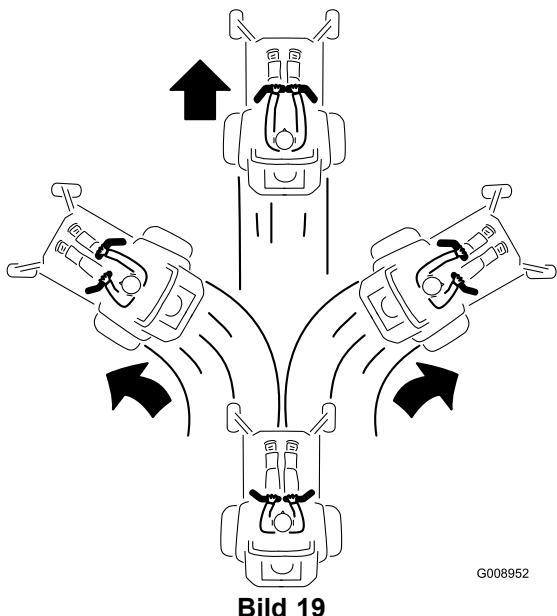

Bild 19
2. Schieben Sie für das Vorwärtsgehen die Fahrtriebshebel langsam vorwärts (Bild 17 und Bild 19).